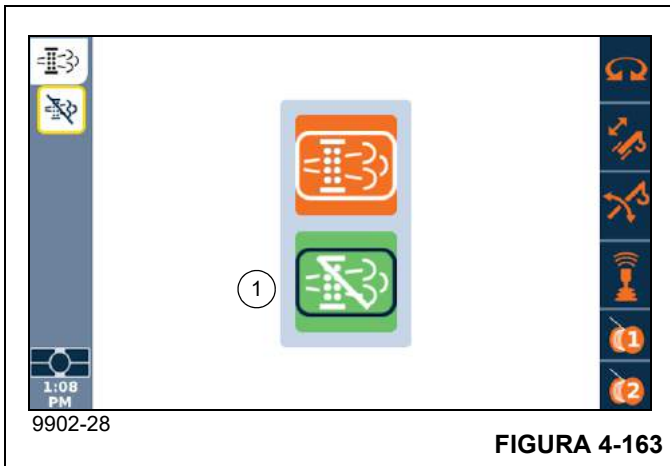

FIGURA 4-163
1. Usando o Botão rotativo ou os botões de Seta para cima/para baixo na Placa de controle de navegação, selecione o Ícone Inibir processo de limpeza (1, Figura 4-163) (o ícone fica laranja).